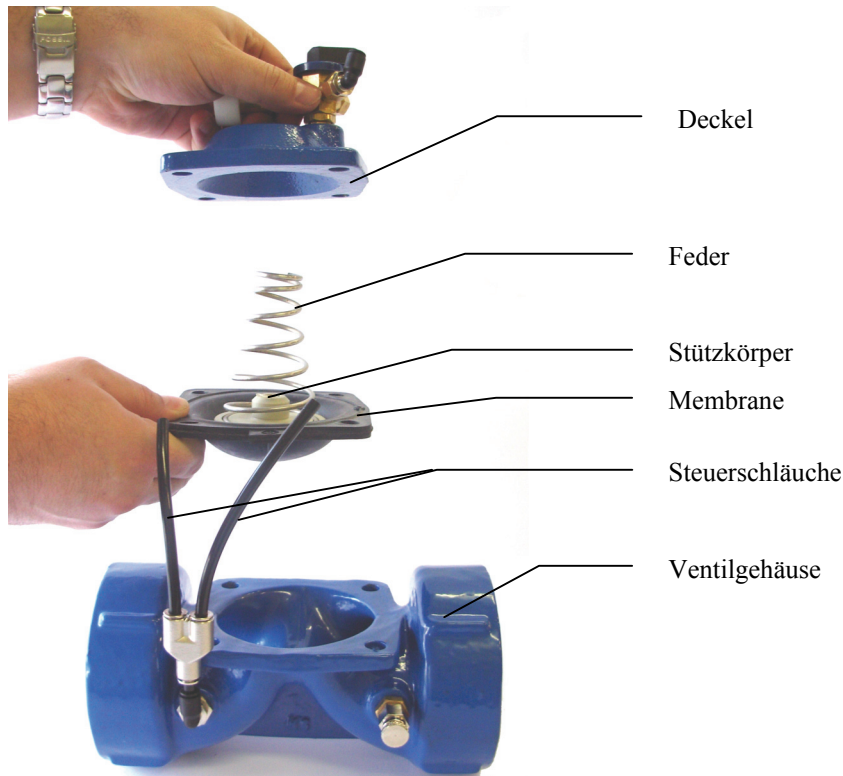

Bild 5
7.4. Ausbau / Einbau der Membrane (s. Bild 5)